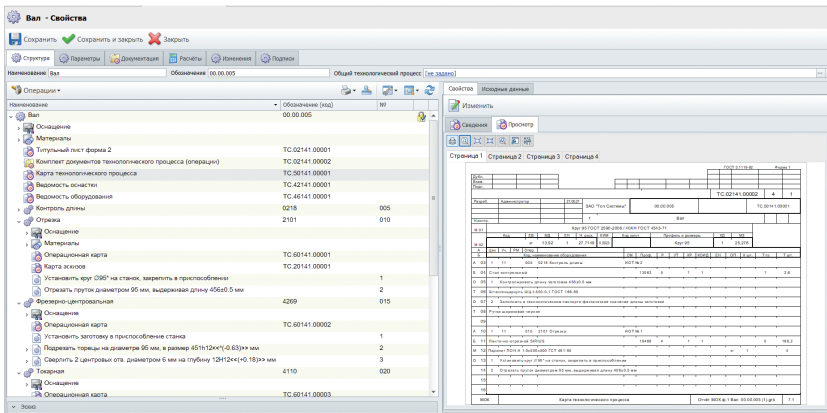

Рис. 5. Формирование документов технологического процесса
- **Формирование комплектов технологических документов.** При стремлении к цифровому производству этот этап можно исключить и работать с чистой структурой данных технологии, но при необходимости данные всегда можно вывести в стандартные отчетные формы (рис. 5).